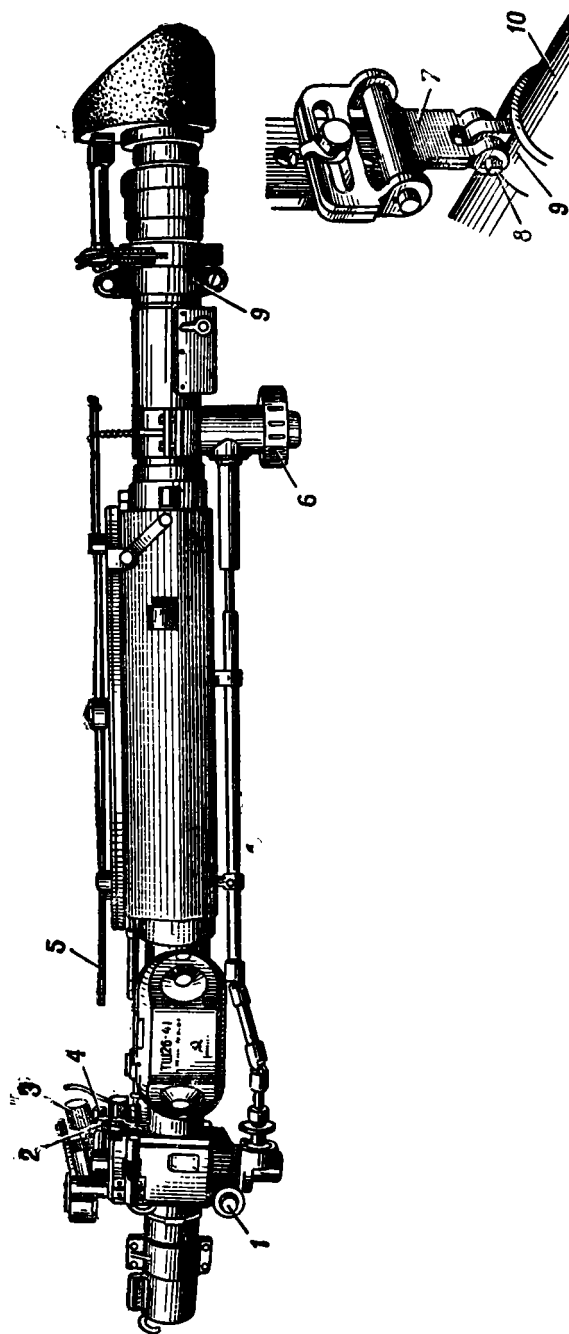

Рис. 1. Прицел ТШ2Б-41 и шарнирная подвеска:
2. Вывернуть зажимной винт 3 (рис. 1), крепящий прицел на кронштейне. При этом следить за тем, чтобы зуб фиксирующей пружинки не соскочил с головки зажимного винта.
1. Ввести головную часть прицела в отверстие кронштейна и установить его на кронштейн так, чтобы зуб головной части зацепился за выступ кронштейна, а цапфы 1 (рис. 1) легли без перекосов в радиальные гнезда кронштейна.